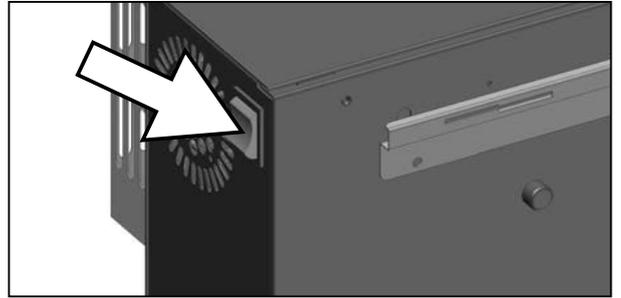

Fig. 21 Interrupteur secteur
- ▶ Pour mettre en marche le bloc réfrigérant, basculer la touche de l'interrupteur secteur (Fig. 21).